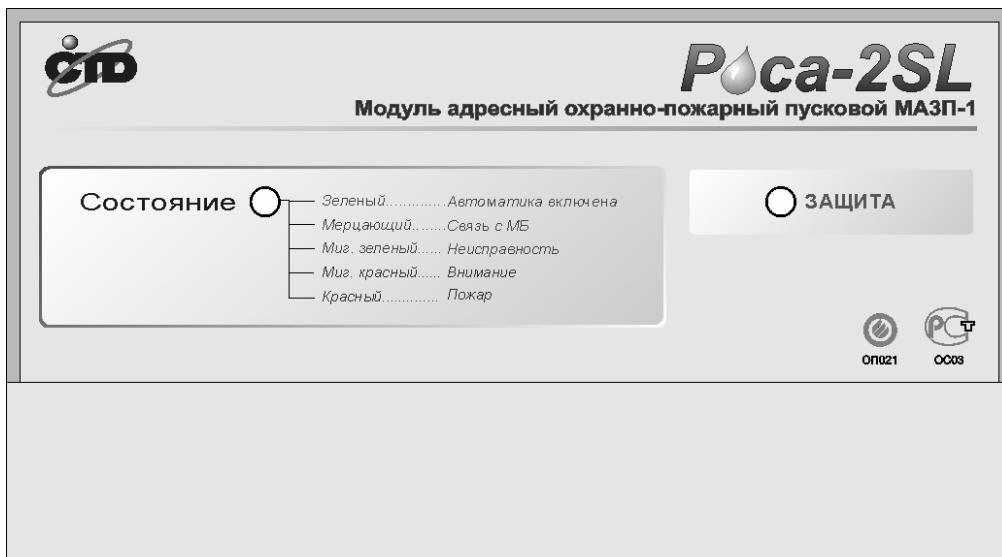

Рисунок 4-1 Внешний вид МА-ЗП-1.
4.1.8. МА-ЗП-1 имеет световой индикатор состояния пожарных шлейфов (Рисунок 4-1):